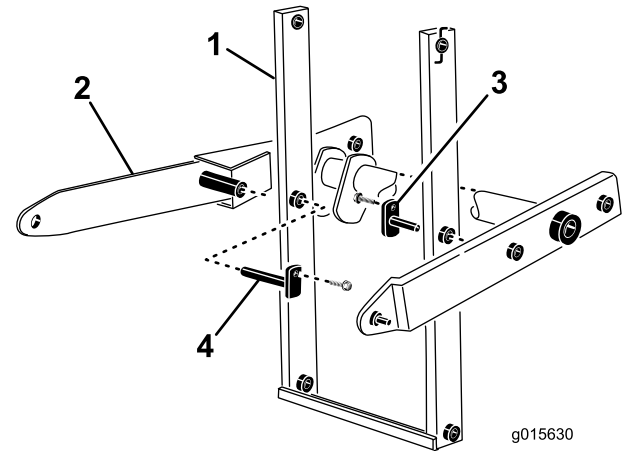

Figura 16
14. Instale os pinos de montagem soldados curto e comprido através do conjunto do braço e do conjunto do braço de elevação principal (Figura 16).